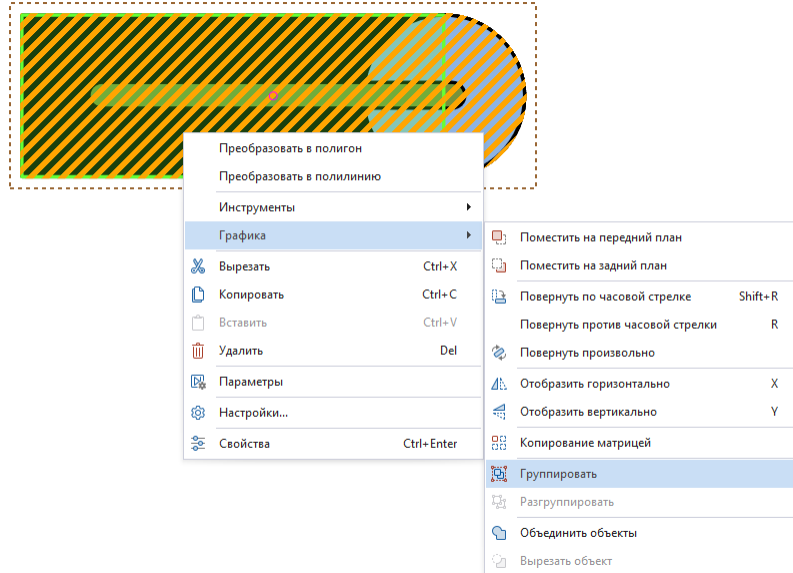

Рис. 372 Группировка объектов
2. Вызовите контекстное меню и выберите пункт «Группировать» в разделе «Графика», либо нажмите  на панели инструментов «Графика», см. Рис. 372.